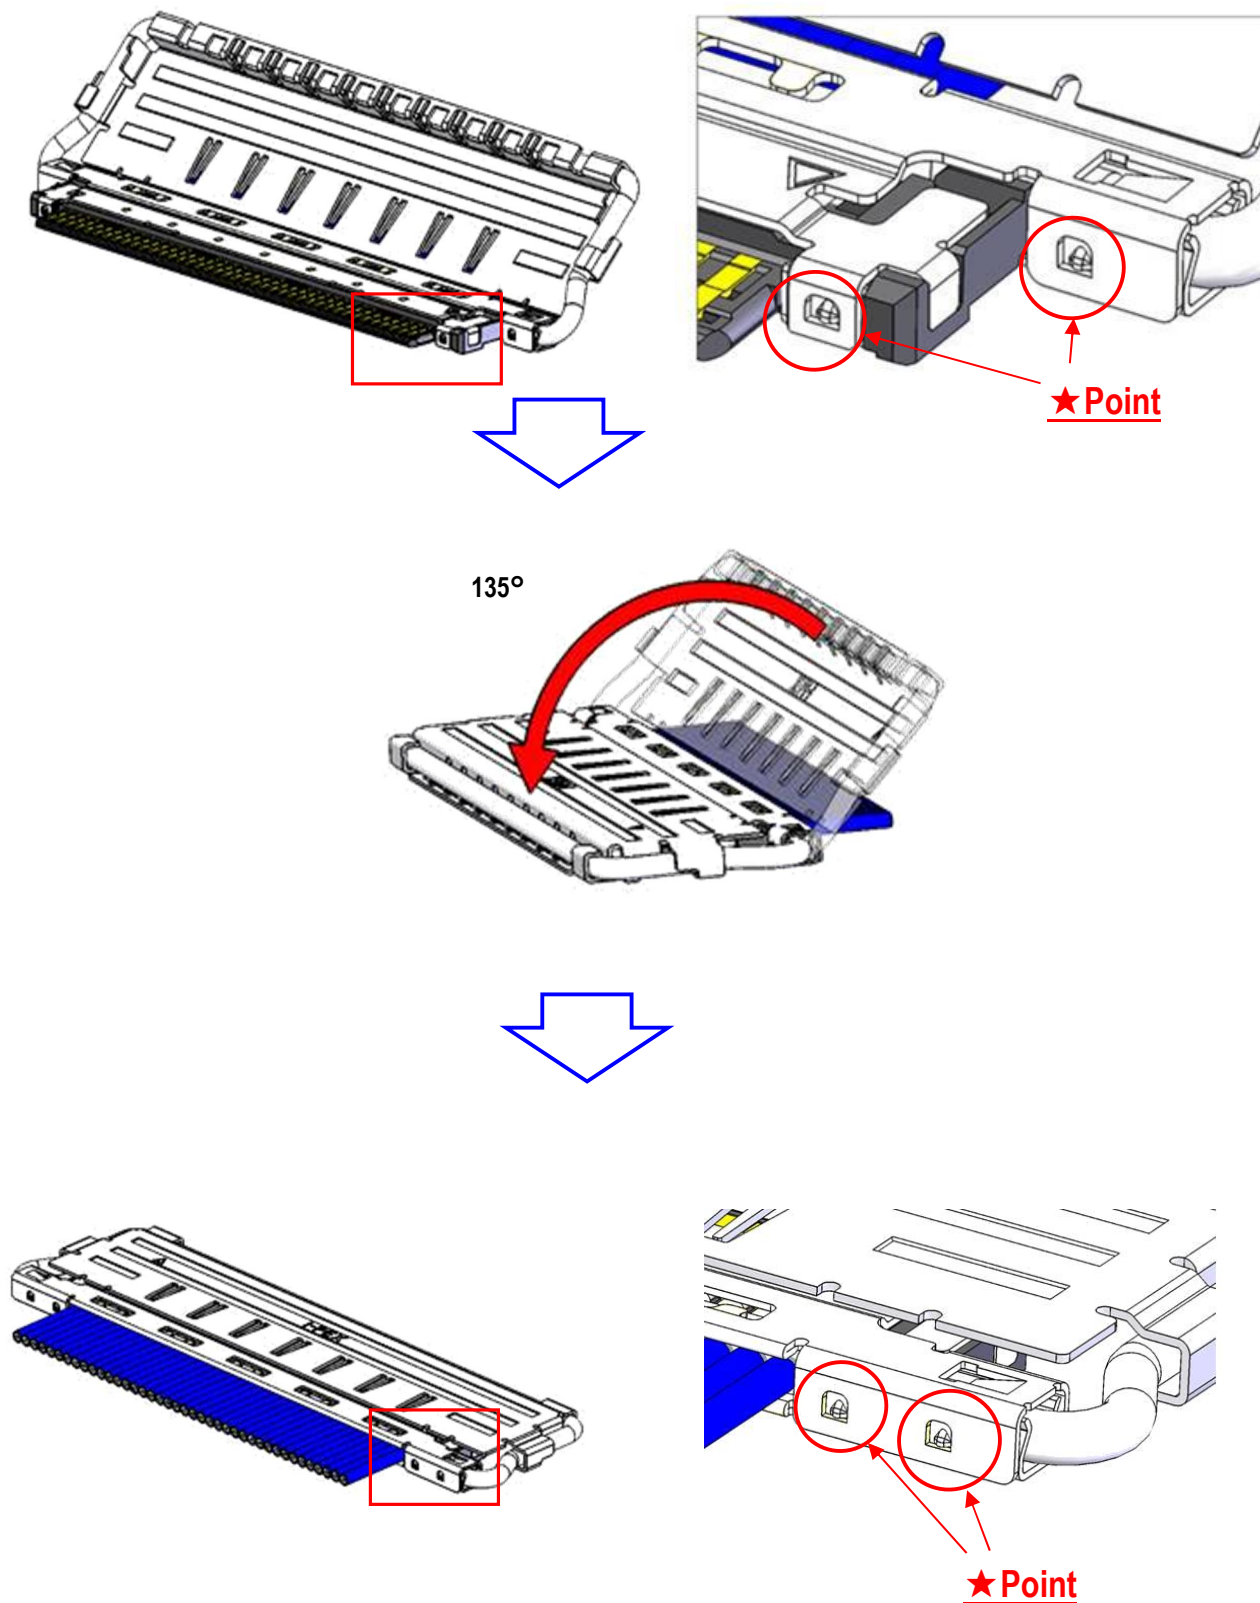

Fig.9 The Assembly Confirmation of Shell-A
- ⑤ Shell A,Bと Ground bar を半田コテにて全箇所半田付けすることを推奨する。 (Fig.9,10◆部)